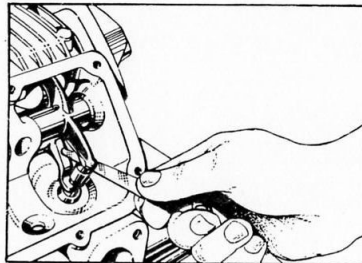

Fig. 1
APERTURA Con el motor frío, medir con una galga el juego entre válvulas y los balancines de apertura (fig. 1). Esta medición, debe efectuarse cuando la excéntrica de apertura del eje de levas, se halla en dirección opuesta a la del patín del balancín.
- Medir con la máxima atención el juego existente. (Fig. 1).